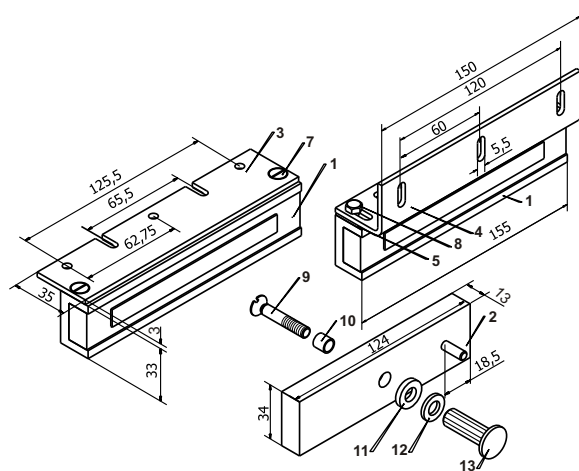

Рис.1
1. Крепление корпусной части замка к дверной коробке производится с помощью переходной планки (поз.3 рис.1,2) или монтажного уголка (поз.4). Выбор варианта крепления зависит от конкретных условий монтажа.
3. При монтаже посредством угольника (рис.1) крепление корпусной части к угольнику осуществляется болтами М5х10 с шайбами (поз.8), а угольника к дверной коробке - саморезами (в комплект поставки не входят).